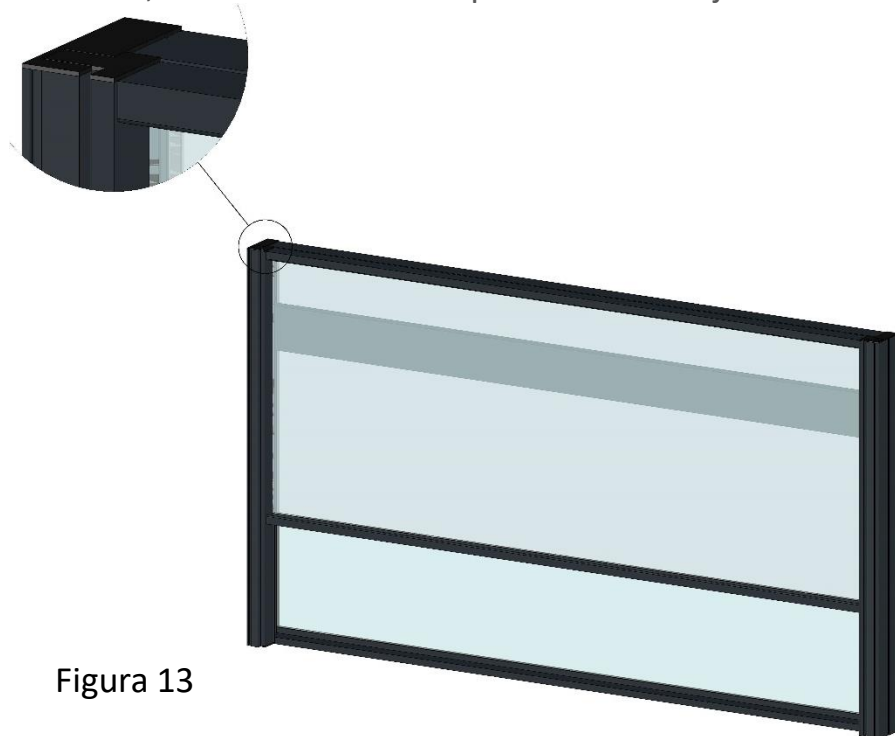

Figura 13
- Se comprueba de que el la posición de cerrado del sistema, el Panel Móvil no se encuentra más elevado que el Panel Fijo (Figura 13). En caso contrario, se debe de regular el nudo, realizándolo en una posición más baja.